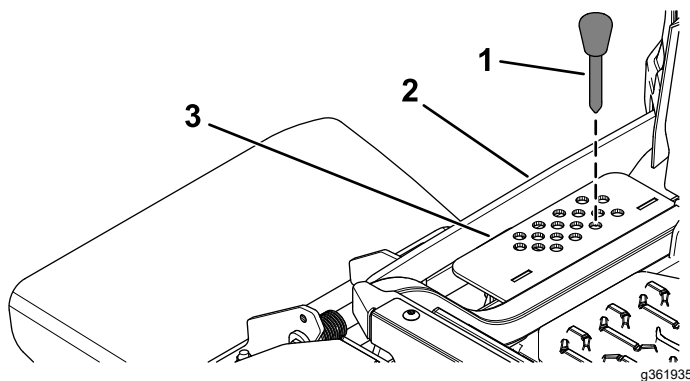

Figure 33
2. Insérez l'axe dans le trou du support correspondant à la hauteur de coupe voulue (Figure 33).
3. Appuyez sur la commande de levage du tablier jusqu'à ce que la tringlerie de hauteur de coupe touche légèrement la goupille de hauteur de coupe (Figure 33).